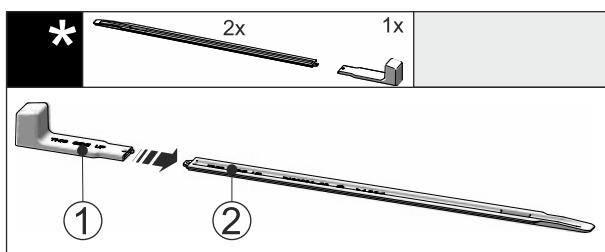

Fig. 47
- Montagegriff Fig. 47 (1) an die Nivellierschiene Fig. 47 (2) stecken.